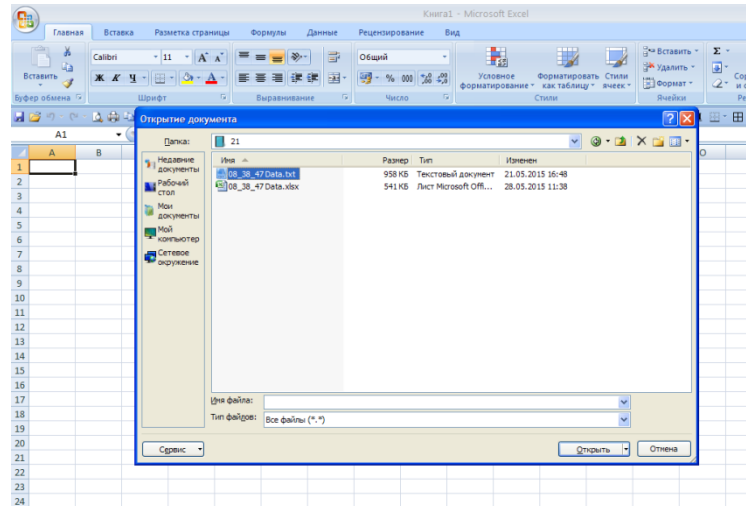

Рис. 19
4.23.4 Выбрать нужный файл (рис. 19).